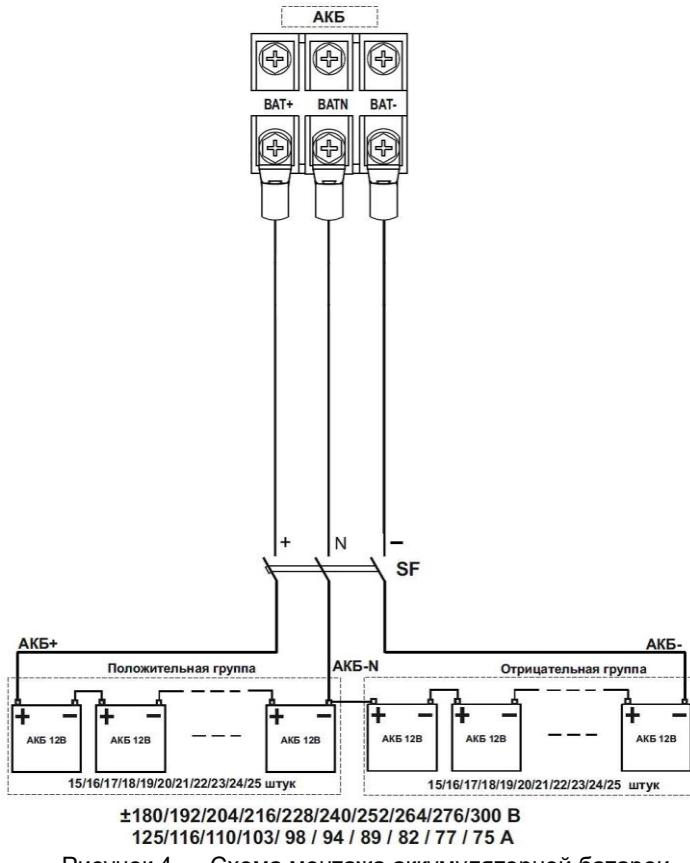

Рисунок 4 — Схема монтажа аккумуляторной батареи.
- Включите защитный автоматический выключатель АКБ (SF) или выключатель группы предохранителей (при их использовании), см рисунок 4.
Между АКБ и изделием должен быть подключен автоматический выключатель постоянного тока (SF, на номинальный ток 200А, см. рисунок 4).
Между АКБ и изделием должен быть подключен DC — совместимый термомагнитный трехполюсный защитный автоматический выключатель SF, (или другое устройство защиты, например, группа предохранителей с трехполюсным выключателем), расположенный как можно ближе к АКБ, см. рисунок 4.
- номинальное напряжение выключателя должно быть не менее рабочего напряжения положительной/отрицательной группы АКБ (см. рисунок 4);
Затем выполнить, **с соблюдением полярности**, последовательное соединение аккумуляторных батарей 12В, в соответствии с двуполярной схемой (см. рисунок 4) при помощи перемычек АКБ (**перемычки АКБ в комплект поставки НЕ входят**).
- подключение кабелей к клеммному блоку выполняйте в соответствии со схемами (см. рисунок 4, 5, 6) и маркировкой, нанесенной на клеммном блоке изделия;
- подключите провода заземления кабелей подключения питающей сети и нагрузки к соответствующим клеммам заземления изделия (см. Рисунок 4);
- подключение кабелей к клеммному блоку выполняйте в соответствии со схемой (см. рисунок 4) и маркировкой, нанесенной на клеммном блоке изделия;
- к клеммам заземления каждого изделия подключите провода заземления кабелей подключения питающей сети и нагрузки (см. рисунок 4);